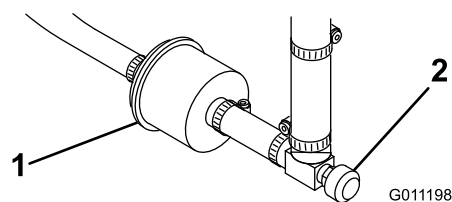

Figura 38
Existe um filtro no interior da tubagem de combustível, situado entre o depósito de combustível e o carburador (Figura 38). O filtro deve ser substituído a cada 800 horas de funcionamento ou com maior frequência se o fluxo de combustível não for o esperado. Certifique-se de que a seta existente no filtro se encontra dirigida para longe do depósito de combustível.
- Feche a válvula de bloqueio do combustível, liberte o dispositivo de fixação da mangueira que se encontra no carburador, na zona do filtro e retire a tubagem de combustível do filtro (Figura 38).
- Coloque um recipiente de drenagem debaixo do filtro, liberte os restantes dispositivos de fixação e retire o filtro (Figura 38).